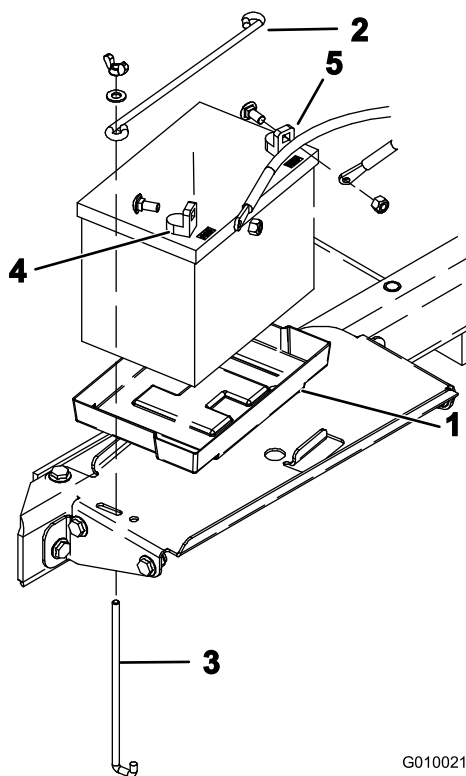

Figure 6
8. Insérez la batterie dans le support de son compartiment (Figure 6) en veillant à tourner les bornes vers l'extérieur.
9. Fixez la batterie au fond de son compartiment avec une barre de retenue, 2 tiges verticales, 2 rondelles plates et 2 écrous à oreilles (Figure 6).
10. Commencez par fixer le câble positif (rouge) à la borne positive (+) de la batterie avec un boulon et un écrou (Figure 6). Fixez ensuite le câble négatif (noir) à la borne négative (-) de la même manière (Figure 6). Placez le capuchon en caoutchouc sur la borne positive pour éviter les courts-circuits.